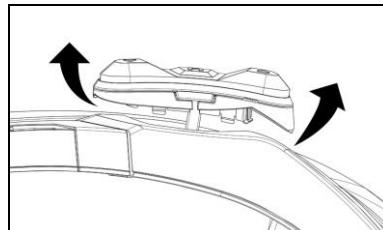

Fig. 27
- Draai het toetsenbord linksom (Fig. 27).